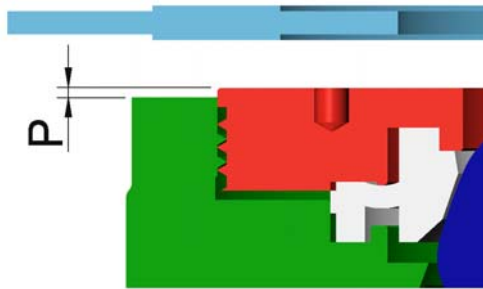

Fig.16
- 13.1.2 在阀瓣关闭的状况下，将阀座装上再将压环以顺时针方向旋转旋紧，此时压环应会凸出法兰面，将阀瓣微开后再将压环旋紧，注意压环浮出法兰面不可超出 1mm。(Fig.16)